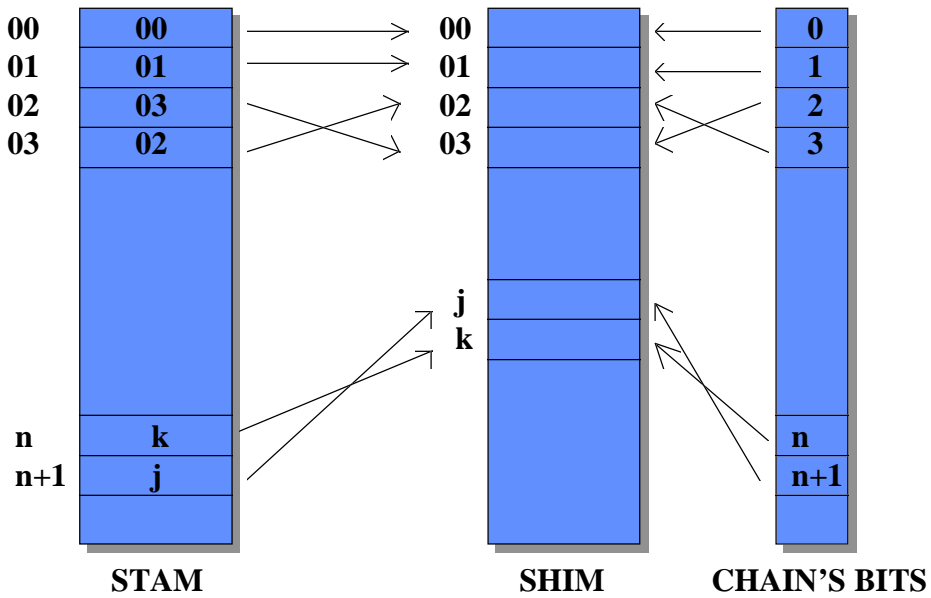

Fig. 1
- TEST_MOD** Questo bit (**attivo alto**) se a uno, seleziona il modo test di tutto il modulo. Questo consente di collegare gli ingressi SERIALIN del ASIC al Pattern Register di Astros, controllando un mux esterno (Fig.1). Quando questo bit e' a uno, il bit TEST4_CHAN, deve essere a zero.